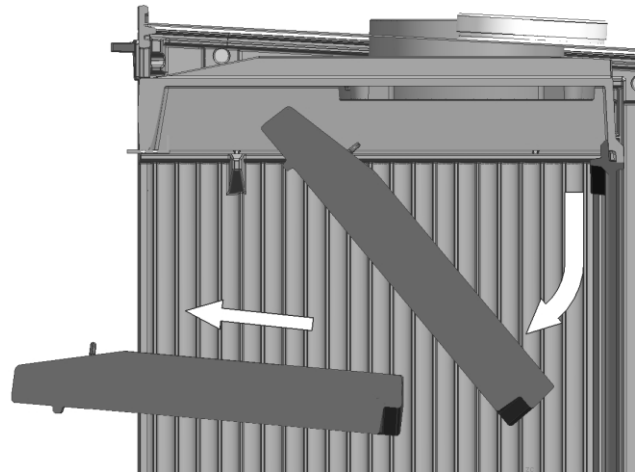

Fig. 2
B – Inclinarse y desplazar el deflector hacia abajo quedando libre la pieza (Fig.2).
- a) Mantenga alejado cualquier material combustible (muebles, cortinas, ropas, etc.), a una distancia mínima de seguridad de 0,90m. (Fig.2)